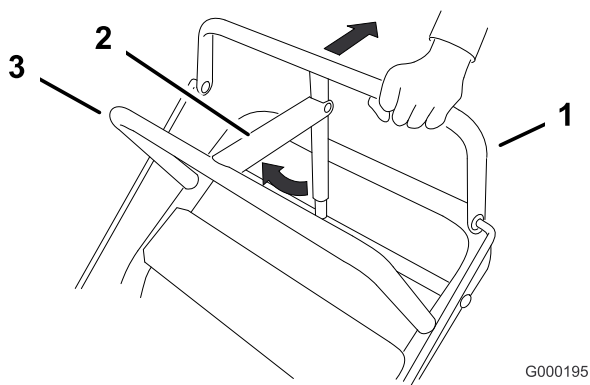

Figure 14
1. Tirez la barre de commande supérieure en arrière (Figure 14) et maintenez-la dans cette position.
2. Soulevez le dispositif de verrouillage du frein de stationnement (Figure 14) et relâchez progressivement la barre de commande supérieure. Le dispositif de verrouillage du frein doit rester bloqué (verrouillé) en position.
2. Relâchez la barre de commande supérieure progressivement (Figure 14).